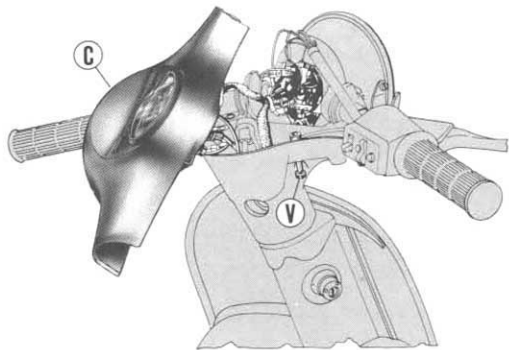

Fig. 19
In order to approach to the headlamp bulbs, remove the upper cover « C » of the handlebars (fig. 19) acting as follows:
— Lift the cover « C » and rotate it sufficiently anticlockwise (as shown in fig. 19) in order to permit the bulb holder extraction.
Pour accéder aux ampoules du projecteur déposer le couvercle supérieur « C » du guidon (Fig. 19) en agissant comme il suit:
— Lever le couvercle « C » et le tourner à gauche (comme indiqué en fig. 19) suffisamment à permettre l'extraction du porte - ampoule.
Para acceder a las lámparas del faro quitar la tapa superior «C» del manillar (fig. 19) de la siguiente manera:
- Levantar la tapa «C» y girarla a izquierdas (como indicado en la fig. 19) lo suficiente para permitir la extracción del portalámpara.